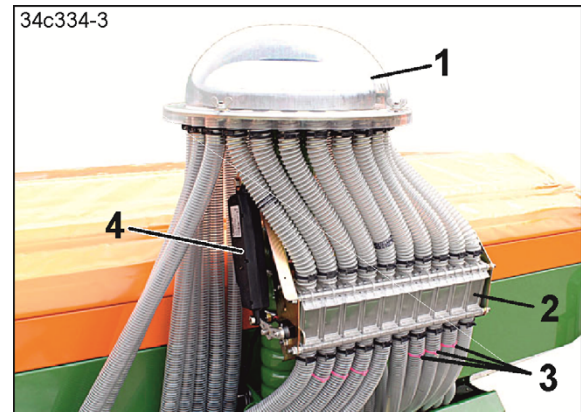

图 47
物料在分配器头 (图 47/1) 中被均匀地分配到连接的种子管路中并且被输送至犁刀。
- 翻盖箱 (图 47/2) 中的盖子将会切断行驶轨道犁刀种子管路 (图 47/3) 的种子供给。电动机 (图 47/4) 驱动盖子。